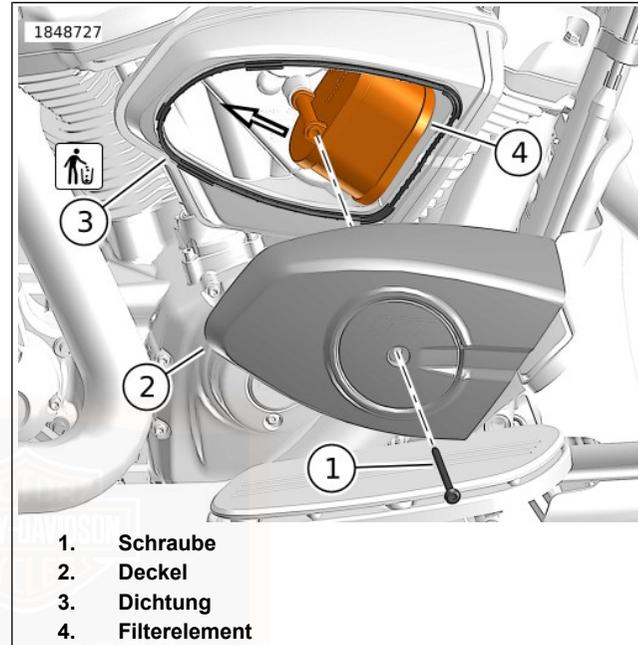

Abbildung 110. Luftfiltereinsatz
1. Siehe Abbildung 110. Die Luftfilterabdeckung entfernen.
- a. Die Schraube (1) entfernen.
- b. Den Deckel (2) entfernen.
- c. Den Filtereinsatz (4) in einem Aufwärtswinkel nach hinten bewegen, um ihn vom Schnorchel zu lösen.
- e. Dichtung (3) entfernen. Auf Schäden oder Verschleiß prüfen.
2. Die Dichtung (3) ersetzen, wenn sie beschädigt oder abgenutzt ist.
3. Siehe Abbildung 110. Den Luftfiltereinsatz anbringen.
- b. Den Filtereinsatz (4) auf den Schnorchel drehen und nach vorne in die Einbauposition drücken.
- c. Die Dichtung (3) mit der Nut im Luftfiltergehäuse ausrichten. Dichtung einbauen.
a. Die Abdeckung (2) anbringen.
b. Die Schraube (1) anbringen. Festziehen.